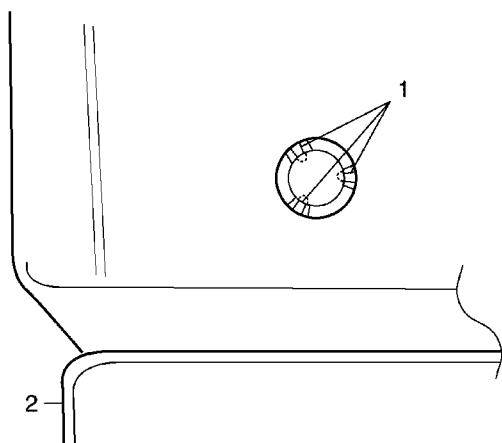

Рис. 15
2. Нажать на катушку В нагревателя снаружи корпуса нагревателя. (Рис. 15)